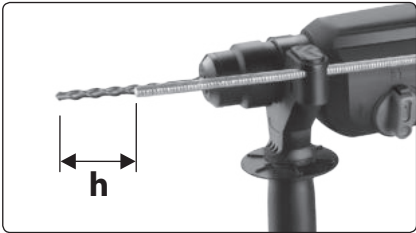

Abb. 2
• Zwecks Messung der Bohrtiefe kann man in den Griff beim gedrückten Schalter der Tiefenanschlagarretierung den Tiefenanschlag schieben und diesen auf die geforderte Bohrtiefe einstellen. Durch die Entfernung zwischen dem Ende des Tiefenanschlages und Bohrerende wird die Tiefe (h) der Bohrung festgelegt, siehe Abb. 2. Um den Tiefenanschlag zu arretieren, lösen Sie den Schalter der Tiefenanschlagarretierung . Prüfen Sie, ob der Tiefenanschlag ordnungsgemäß arretiert ist.